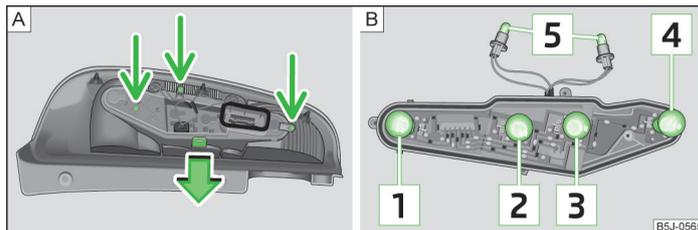

Fig. 166 Desmontaje de la parte central de la luz / asignación de bombillas
Asignación de bombillas en la luz posterior » fig. 166.
- Para alcanzar las bombillas, desenroscar la parte central de la luz y presionar el enclavamiento » fig. 166 - [A].
- Extraer la bombilla defectuosa [1], [2], [3] o [4] » fig. 166 del portalámparas e introducir una bombilla nueva.